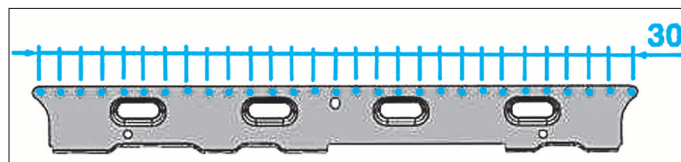

FIG. 104
- Percer les 29 trous de Ø 6,5 (Fig.104).